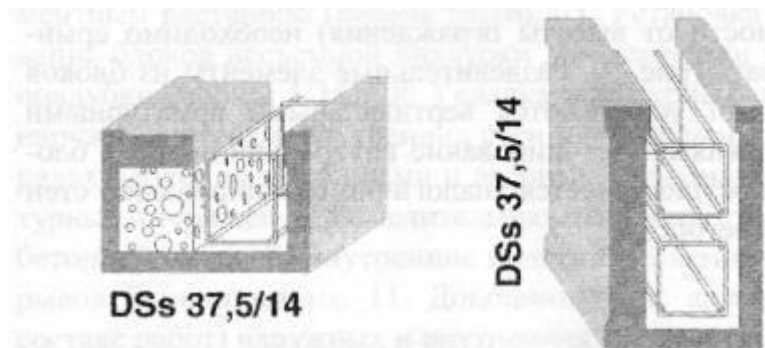

Рис. 3
Оконные и дверные проемы выкладываются с помощью универсальных блоков (U) или (U/2) (рис. 3).